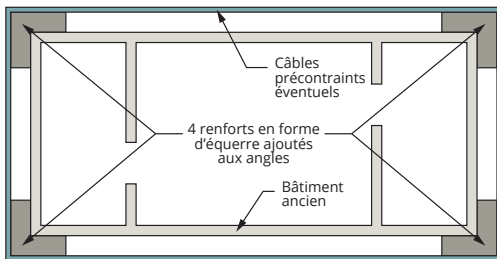

Fig.1 Exemple de renforcement par ajout de 4 renforts en forme d'équerre + serrage en précontraint (vue en plan)
- soit concevoir une nouvelle structure, souvent à l'extérieur du bâtiment. Cette variante est souvent optimale. Cette solution consiste à retrouver dans chaque direction horizontale deux murs de contreventement fondés sur une nouvelle semelle avec parfois des micropieux (ou tirants) pour reprendre les tractions (Fig. 1 et 2).